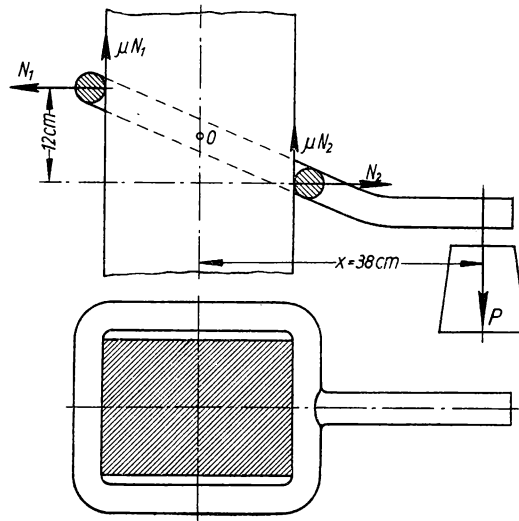

Bild 232
**357.** Ein viereckiger Ring ist nach Bild 232 über eine Säule geschoben und an seinem vorstehenden Arme durch ein Gewicht  $P$  belastet, so daß er sich in schräger Lage gegen die Säule anpreßt und durch Reibung getragen wird: sog. Reibungsring oder Klemmring. a) Wie groß muß die Reibungszahl zwischen Säule und Ring mindestens sein, damit der Ring nicht an der Säule herabgleitet, wenn die Last sich im Abstände  $x = 38$  cm von Säulenmitte befindet? b) Wie groß ist der Sicherheitsgrad des Festklemmens, wenn die Reibungszahl für Eisen auf Holz  $\mu = 0,4$  ist? c) Welchen Einfluß hat das Maß  $x$  auf die Sicherheit der Klemmwirkung? d) Welchen Einfluß hat die Größe der Last  $P$  auf den Sicherheitsgrad?